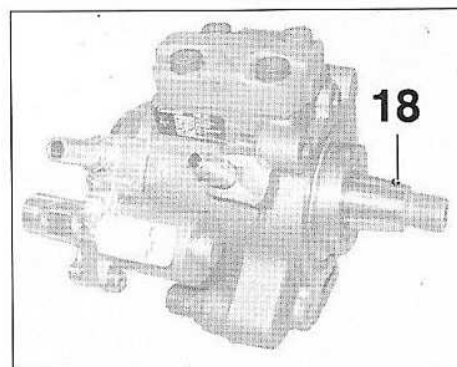

FIG.42
- Vérifier la présence de la goupille (18) (Fig.42).